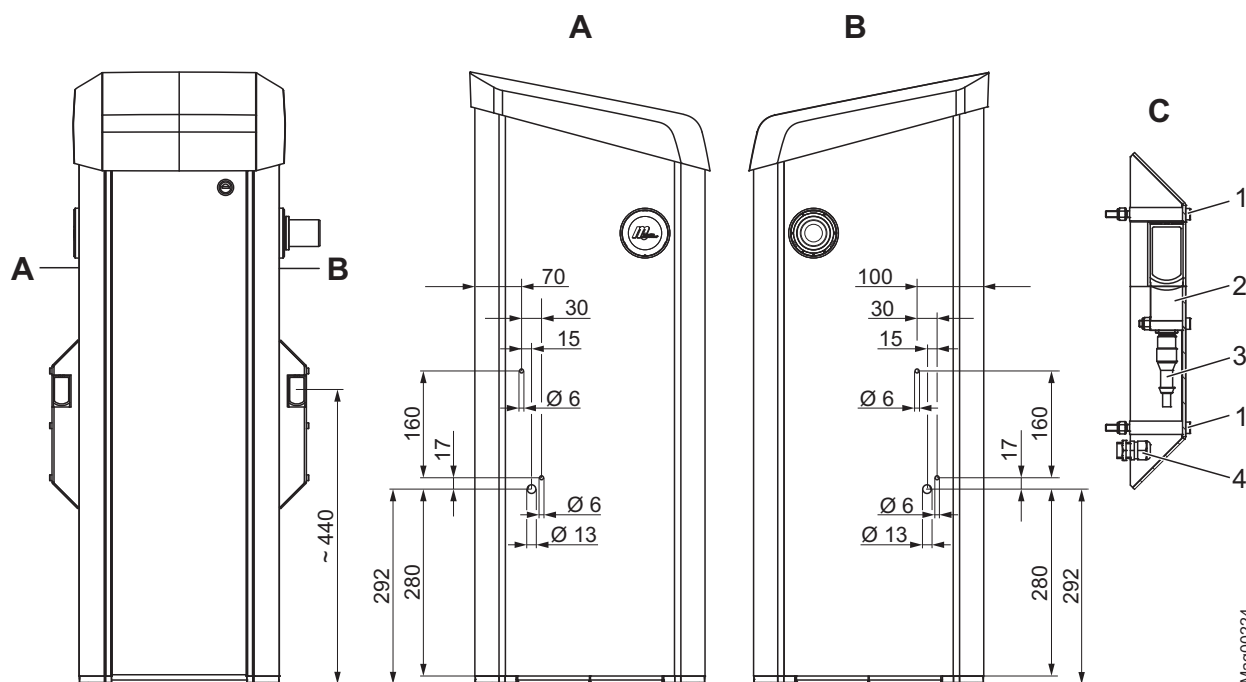

Bild 23: Montera sändarens fotocellshus på bomhuset (mått i mm)
1. Borra hål för fotocellshuset enligt Bild 23 på bomhuset.